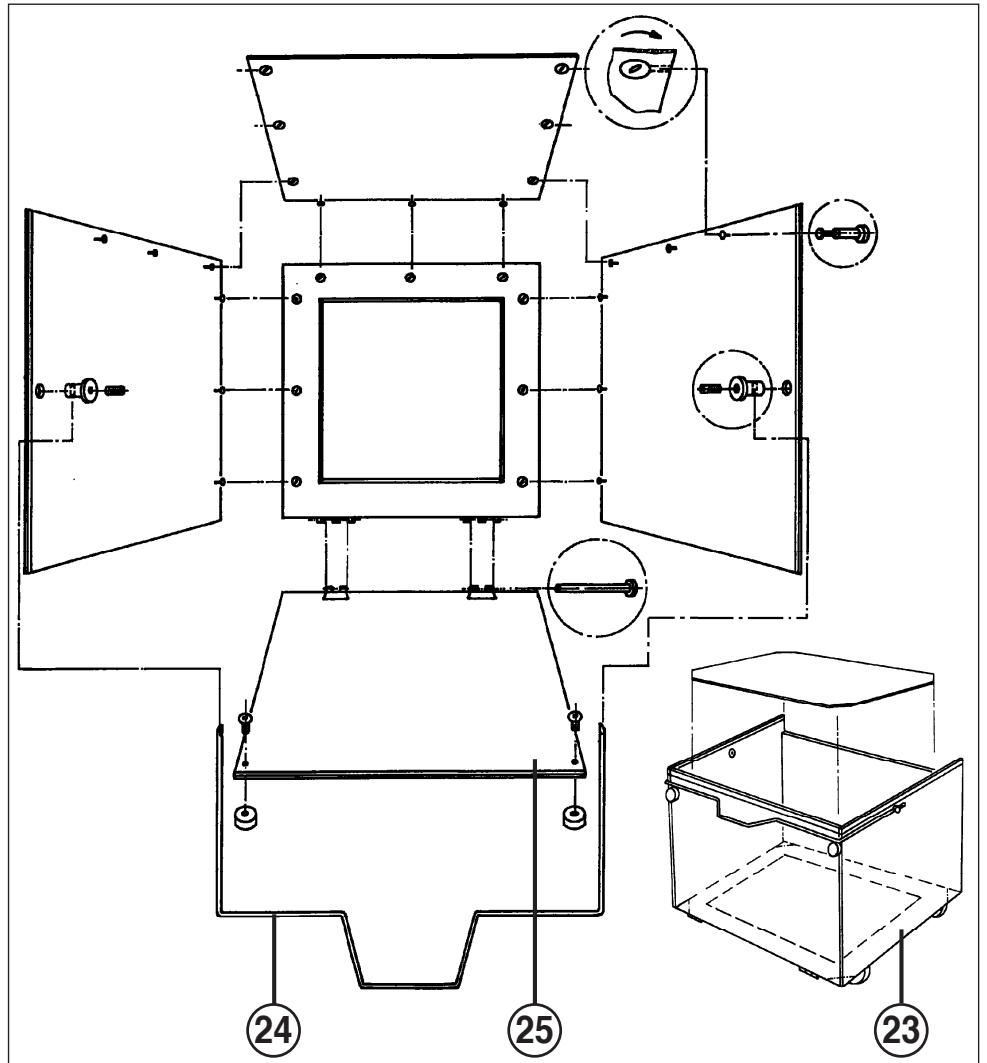

Abb. 4
- 23 = Auffangbehälter (Abb. 4)
- 24 = Bügel für Auffangbehälter (Abb. 4)
- 25 = Behälter-Vorderwand (Abb. 4)
MONTAGE DES AUFFANGBEHÄLTERS (23) (Abb. 4):